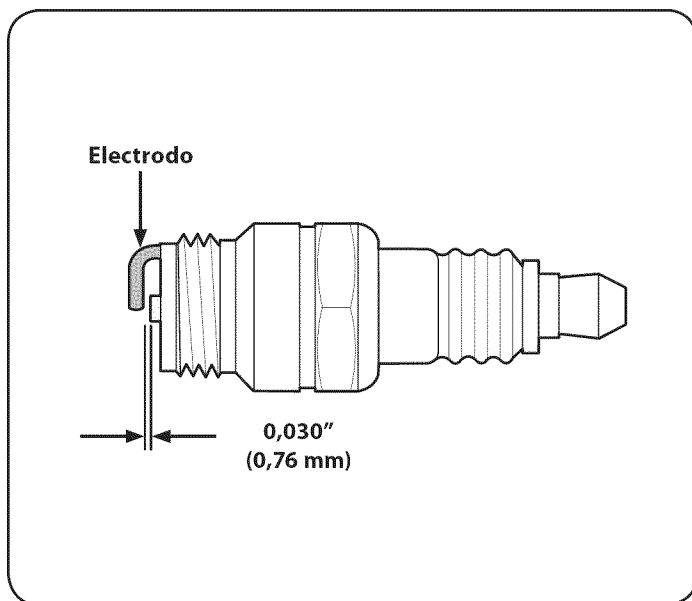

Figura 27
3. Mida la distancia con un calibrador. Corregir según sea necesario, doblando el electrodo lateral, Figura 27. La diferencia se debe establecer en 0.02 -.03 pulgadas (.60 a .80 mm).